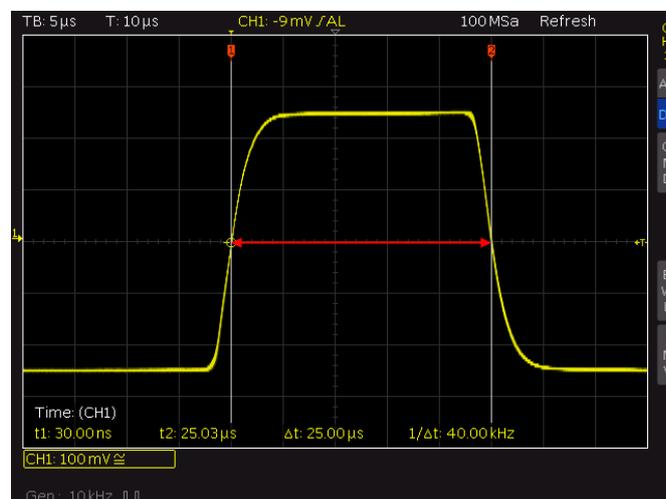

Abbildung 18: Cursormessung einer Pulsbreite
► Messen Sie die Breite des Pulses, eine Beispielmessung ist in Abbildung 18 dargestellt. Die Breite eines Pulses wird bei 50 % der eingeschwungenen Amplitude gemessen.
In Abbildung 18 kann die endliche Anstiegszeit des Pulses erkannt werden. Je nach Busspezifikation wird die 10% -90% (für beispielsweise TTL) oder 20 % - 80 % (für schnelle auf LVDS basierende Busse) Definition verwendet, um die Anstiegszeit zu messen. Das bedeutet, dass die Zeit, bis die Amplitude von 20 % ausgehend 80 % des eingeschwungenen Endwertes erreicht hat, als Anstiegszeit definiert wird.